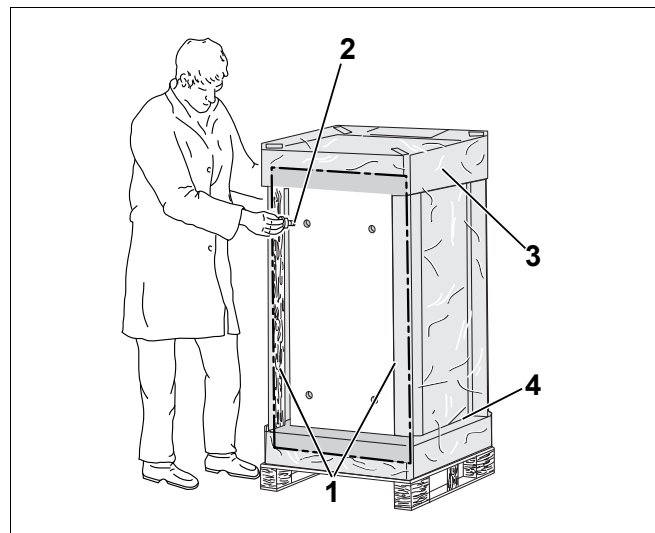

Рис. 3 Вырезать упаковочную пленку и вернуть опорные болты
- Вырезать упаковочную пленку на стороне, противоположной наклейке "Speicheroberseite" ("Верх бака") (рис. 3).
- Ввернуть 4 опорных болта, (рис. 3, **поз. 2**) входящих в поставку отопительного котла, на 15 – 25 мм.
- Удалить обе деревянные угловых планки (рис. 3, **поз. 1**) на нижней стороне бака-водонагревателя.